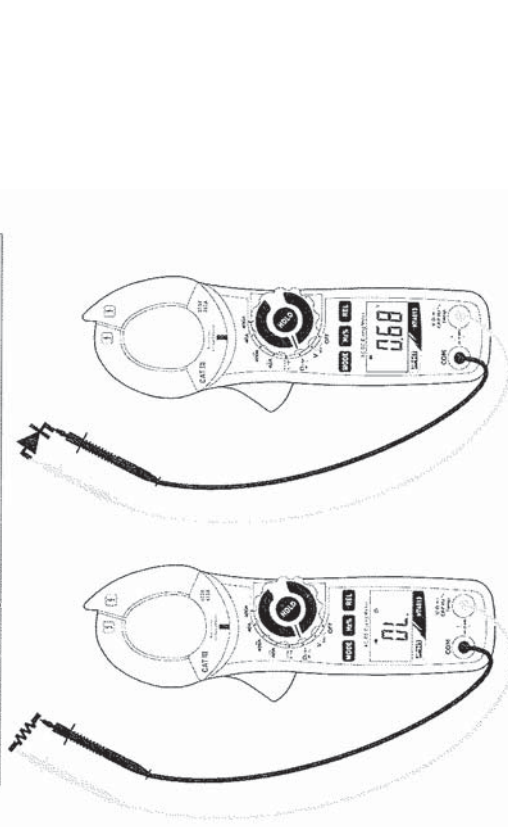

Fig. 7: Uso de la pinza para la prueba de Continuidad y Prueba de Diodos
2. Pulse la tecla **MODE** cíclicamente hasta visualizar el símbolo " \rightarrow " en pantalla para insertar el cable rojo en el terminal de entrada **V Ω \rightarrow CAPHz%**Temp y el cable negro en el terminal de entrada **COM** y efectúe la prueba de continuidad sobre el objeto en prueba (vea Fig. 7 – parte izquierda). El indicador acústico emite una señal acústica cuando el valor de la resistencia medida es inferior a aproximadamente 30 Ω .
4. Conecte la punta roja al ánodo del diodo y la punta negra al cátodo en caso de medida de polarización directa (vea Fig. 7 – parte derecha). Invierta la posición de las puntas de prueba en caso de medida de polarización inversa